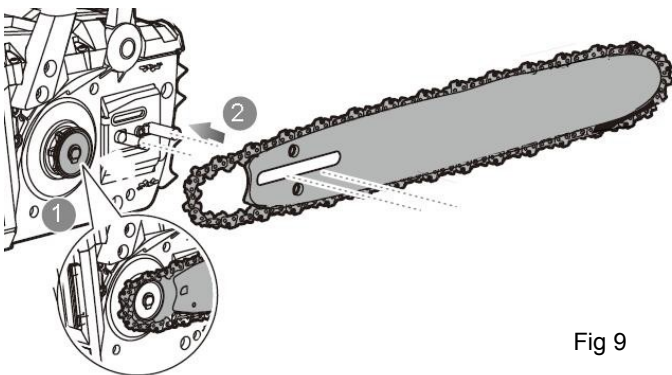

Fig 9
- Placez le guide-chaîne à ras contre la surface de montage afin que ses goujons soient dans la longue fente du guide-chaîne. (Fig 9)